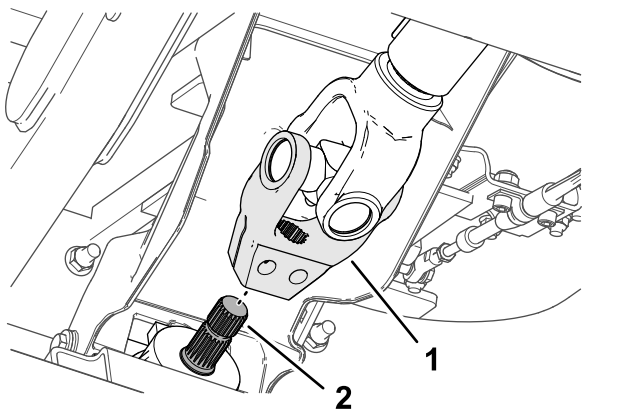

図 15
5. 駆動シャフトのヨークについているスプラインを、アタッチメントの入力シャフトに合わせて 図 15、ヨークをシャフトに取り付ける。